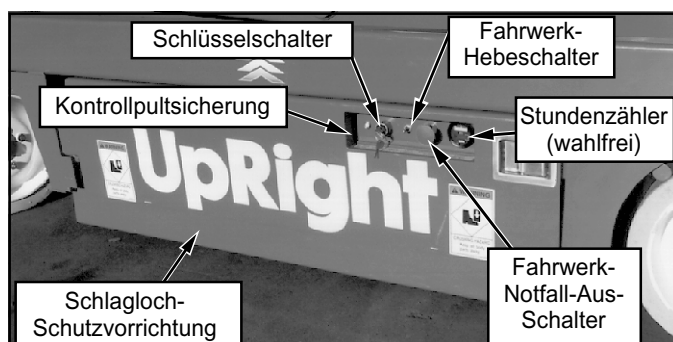

Abbildung 1: Fahrwerk, linke Seite
10. Drehen Sie den Fahrwerk-Schlüsselschalter (Abbildung 1) auf **CHASSIS**.
11. Drücken Sie den Fahrwerk-Hebeschalter (Abbildung 1) auf die **AUF-** Stellung (**UP**) und lassen Sie die Arbeitsbühne ganz ausfahren.